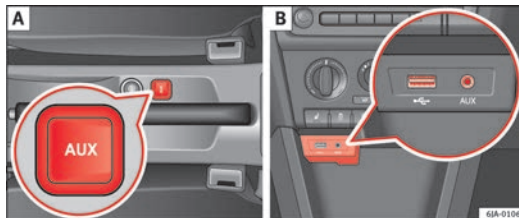

Abb. 42 AUX-IN-Eingang und MDI-Eingang
- über der Mittelkonsole zwischen den Vordersitzen ⇒ Abb. 42 - [A];
- über dem Ablagefach an der Mittelkonsole vorne ⇒ Abb. 42 - [B];
Der MDI-Eingang befindet sich oberhalb der Ablage der Mittelkonsole vorne ⇒ Abb. 42 - [B];